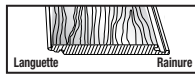

Figure 7
- En commençant à partir de la GAUCHE, rainure face au mur (figure 7), mettez avec précaution la première planche en place (figure 8). Utilisez des cale-clavettes ou des chutes de 13 mm (1/2 po) (figure 9) le long du mur pour la maintenir en place tout en laissant l'espace requis en prévision de la dilatation.
- En commençant à partir de la GAUCHE, rainure face au mur, mettez avec précaution la première planche en place. Utilisez des cale-clavettes ou des chutes de 6 mm (1/4 po) (figures 7, 8, 9) le long du mur pour maintenir la planche en place tout en laissant l'espace requis en prévision de la dilatation.